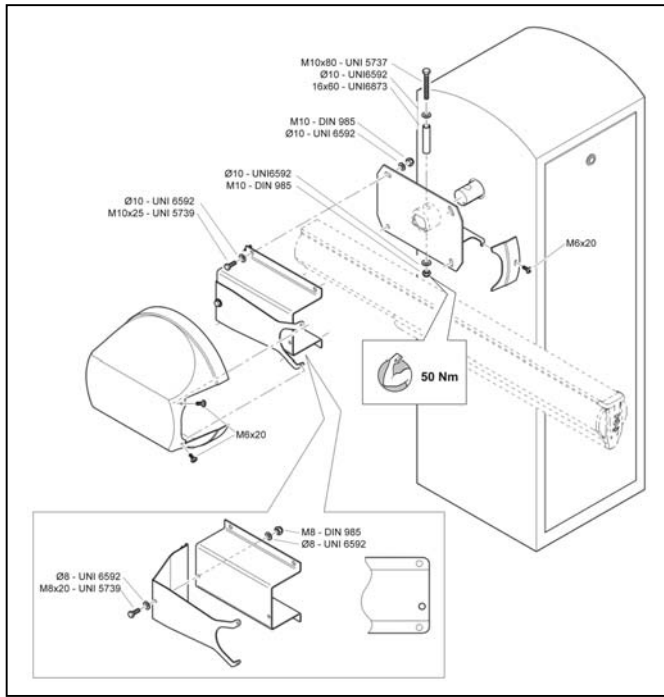

Abb. 5
1.) Die Grundplatte wahlweise links oder rechts auf die Baumwelle aufschieben und mittels des Spannstiftes sichern. Anschließend die Schrankenbaumaufnahme befestigen. Die Muttern nicht komplett anziehen. (s. **Abb. 5**)